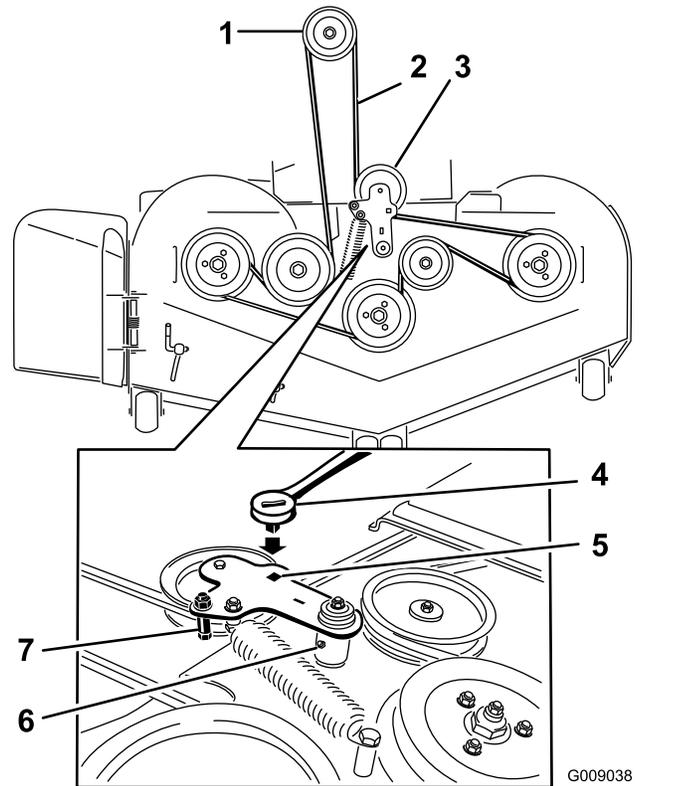

Рисунок 91
7. Вставьте ключ с храповым механизмом в квадратное отверстие в рычаге натяжного ролика, чтобы снять натяжение пружины натяжного ролика (Рисунок 91).
9. Снимите направляющую ремня с подпружиненного рычага натяжного ролика (Рисунок 91).
11. Проложите новый ремень вокруг шкивов газонокосилки и шкива муфты под двигателем (Рисунок 91).
12. Установите направляющую ремня на рычаг натяжного ролика (Рисунок 91).
13. Вставив ключ с храповым механизмом в квадратное отверстие, установите пружину натяжного ролика (Рисунок 91).